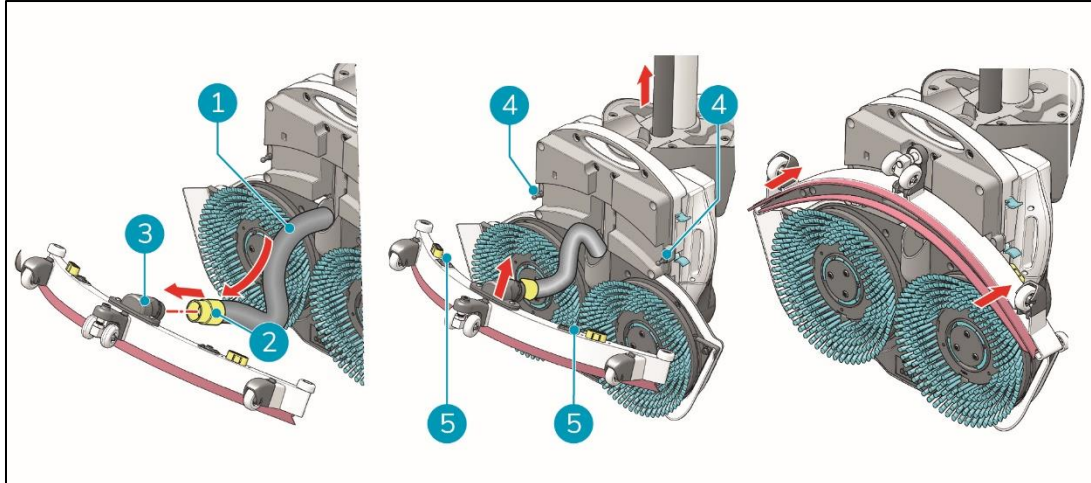

Figura 11
1. Tome la manguera de vacío (Figura 11, pos. 1).
2. Inserte el conector de la manguera (Figura 11 pos. 2) en la escobilla de goma (Figura 11, pos. 3).
3. Gire el conector de la manguera $\frac{1}{4}$ de vuelta para un ajuste firme (Figura 11, pos. 2).
6. Alinee los pasadores de la plataforma de fregado (Figura 11, pos. 4) con los orificios de la escobilla de goma (Figura 11, pos. 5).